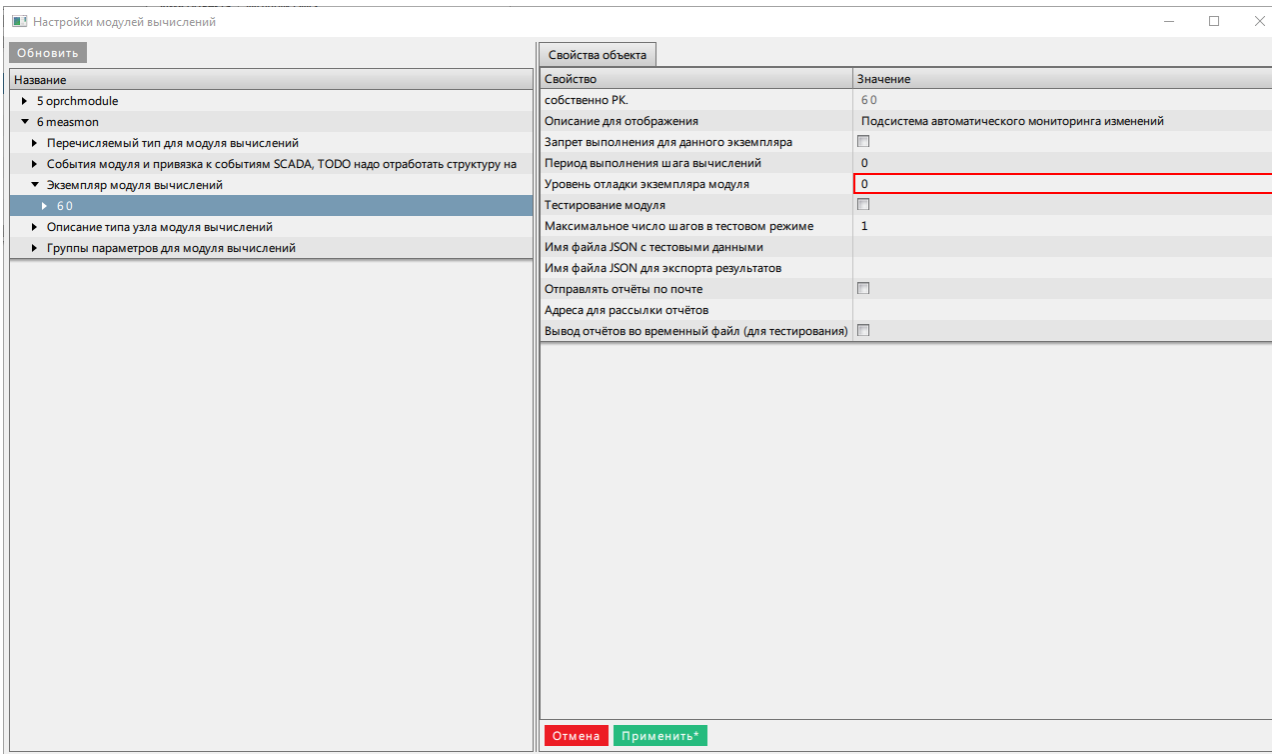

Рисунок 427 - Уровень отладки экземпляра модуля
6. Выставьте значение от 0 до 2 для строки **Уровень отладки экземпляра модуля** (Рисунок 427). Чем выше значение, тем подробнее будут отладочные сообщения в log-файле Redkit-Service.